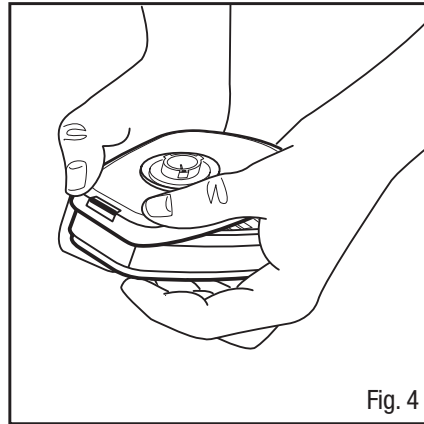

Fig. 4
1. Aligner l'adaptateur sur la cartouche. Enclencher l'encoche avant en appuyant l'avant de la cartouche contre l'adaptateur, en plaçant les pouces sur le dessus de l'adaptateur et les doigts sous la cartouche (Fig. 4).